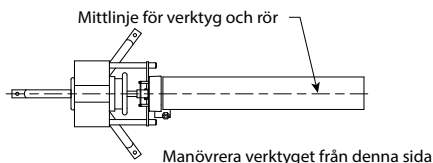

BILD 2 - SPÅRVINKEL
- c. Ställ mitten på rörstativet längs mittlinjen på verktyget. Se bild 2 ovan.